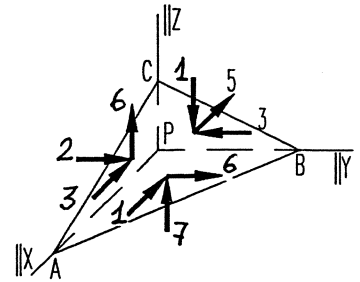

Figura Ej. 2
- Ej.2. La figura Ej.2 muestra un tetraedro de aristas diferenciales, aislado del interior de la región ocupada por un cuerpo C en cierta configuración deformada. En ella aparecen, indicadas en megapascuales, las componentes de los vectores que representan la acción del resto del cuerpo sobre el tetraedro a través de sus caras PBC , APC y ABP . Se desea conocer: 1) el tensor de tensiones en el punto P ; y 2) la acción del resto del cuerpo sobre el tetraedro a través de la cara ABC .